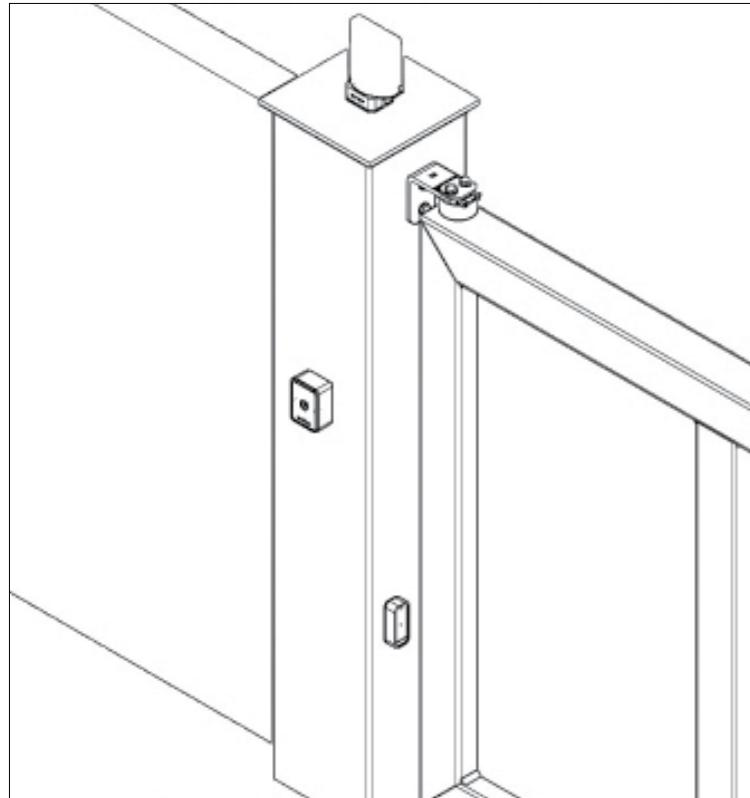

FIG. 1
- Dopo aver forato la scatola ai quattro angoli fissare le fotocelle alla parete (FIG. 1).